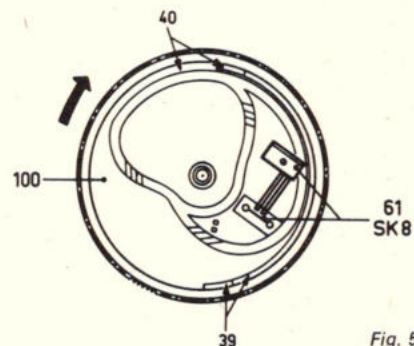

Fig. 5.
Hieronder volgt een opsomming van de commando's, die de commandoschijf tijdens de opzetcyclus geeft. In de opzetbaan van de commandoschijf zijn de standen 1-15 aangegeven, die pen 106 voor de opzetcyclus gaat volgen. Fig. 5 toont de situatie van de onderzijde van de commandoschijf.
A. Elektronisch gedeelte (fig. 5)